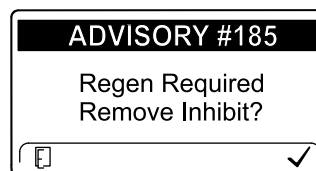

Figura 42
**Nota:** Se l'InfoCenter è impostato per inibire la rigenerazione, ogni 15 minuti l'InfoCenter visualizza il messaggio ADVISORY #185 (Figura 42), mentre il motore richiede una rigenerazione di ripristino.